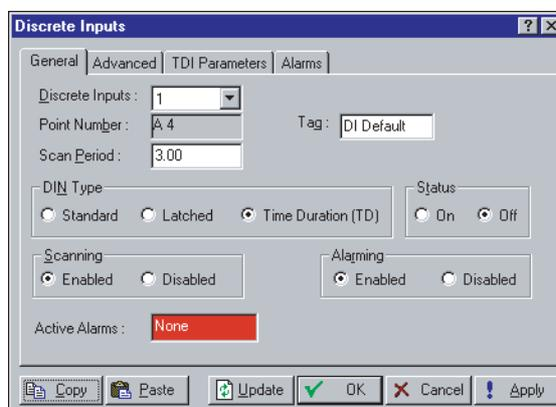

Figura 4-5. Entradas Distintas (Discrete Inputs)
1. Selecione Configure > I/O > **DI Points**. Consulte a Figura 4-5.